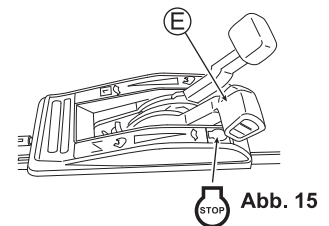

Abb. 15
2. Stellen Sie den Gashebel (E) auf "STOP". (Siehe Abb. 15)